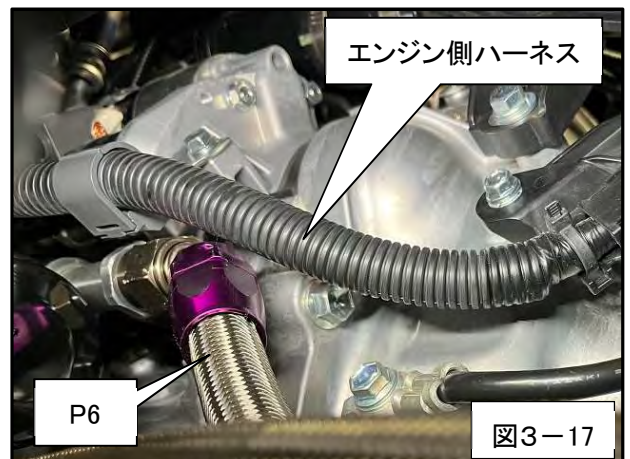

図3-17
- ・ オイルクーラーホース No. 1 とエンジン側ハーネスが干渉しないようにフィッティングの向きを調整してください。(図 3-17)